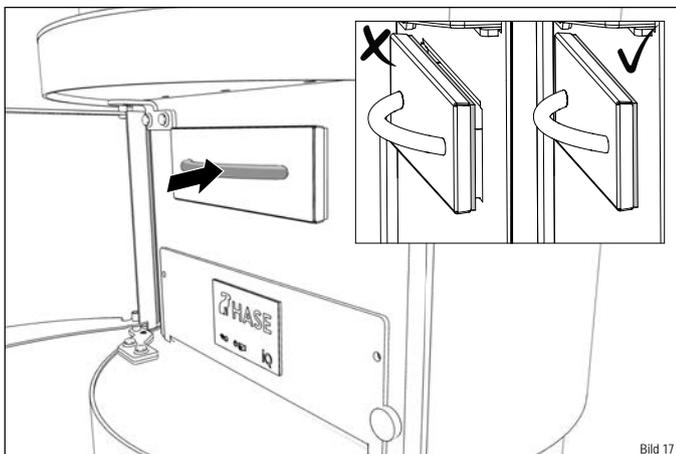

Bild 17
Achten Sie beim Einschieben des Aschebehälters darauf, dass dieser bündig mit der Dichtung anliegt (Bild 17). So wird sichergestellt, dass der Abbrandprozess nicht durch Falschluff gestört wird.
- ✓ Schieben Sie den Aschebehälter wieder in die Öffnung, so dass dieser bündig mit der Dichtung anliegt (Bild 17).
- ▶ Schieben Sie den Aschebehälter wieder in die Öffnung, so dass dieser bündig mit der Dichtung anliegt (Bild 17).
- ▶ Schieben Sie den Aschebehälter wieder in die Öffnung (Bild 17).